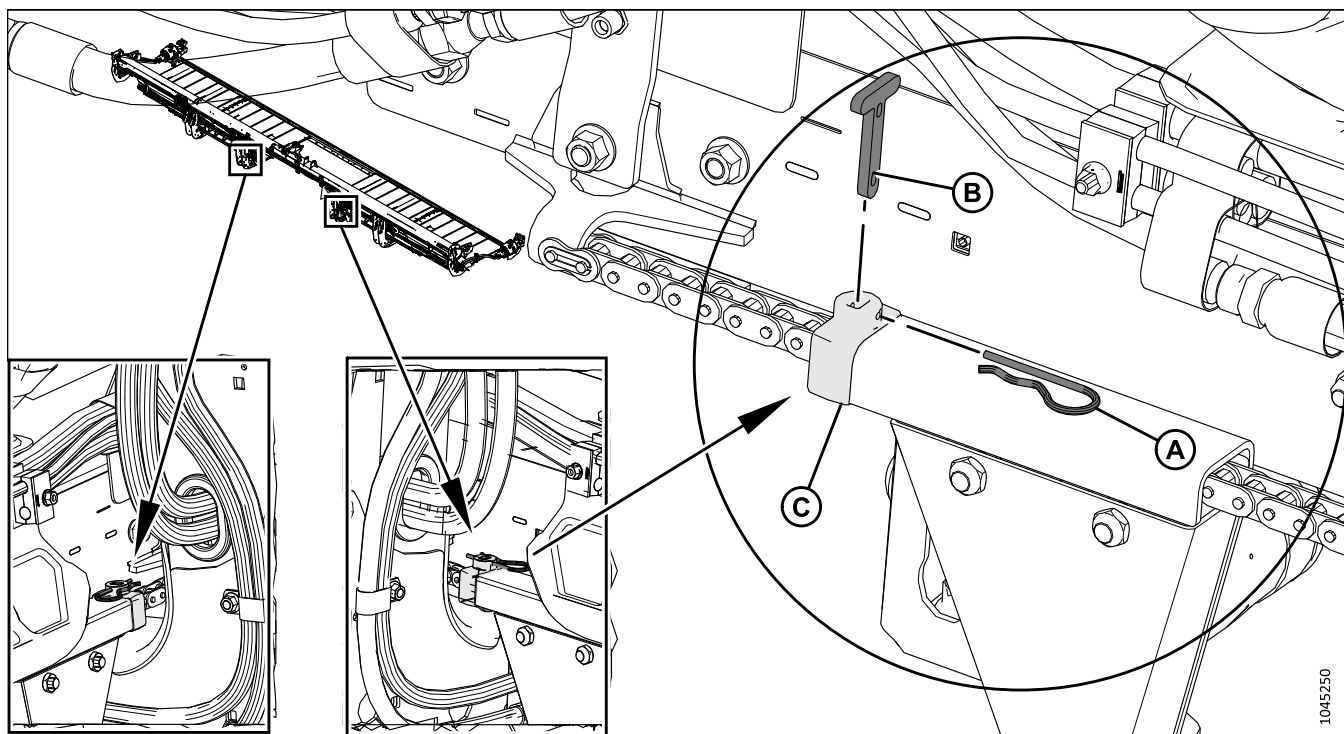

Figure 3.84: Butées de décalage du tablier vers l'extérieur
4. Fixez la butée de chaîne (C) avec la goupille à crochet (B) et la goupille (A) comme illustré sur la figure 3.84, page 113.